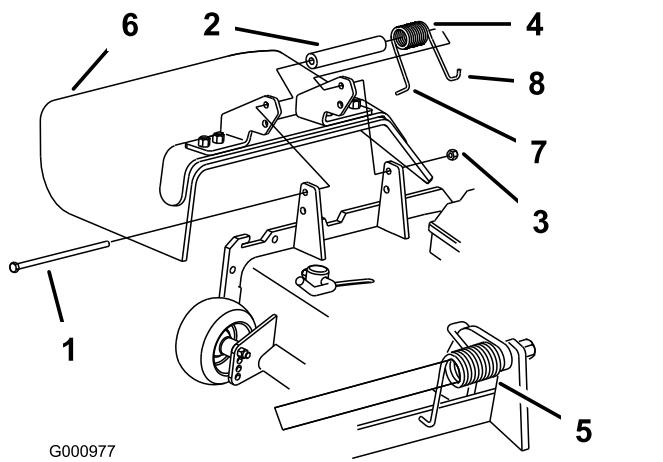

Figura 35
1. Retire la contratuerca, el perno, el muelle y el separador que sujetan el deflector a los soportes de pivotaje (Figura 35). Retire el deflector de hierba dañado o desgastado.
Nota: Asegúrese de colocar el extremo en L del muelle detrás del reborde de la unidad de corte antes de instalar el perno, según se muestra en la Figura 35.
3. Instale el perno y la tuerca. Coloque el gancho en J del muelle alrededor del deflector de hierba (Figura 35).